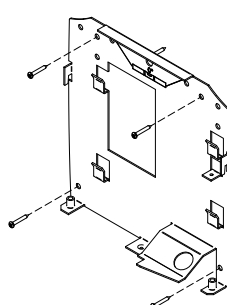

FIG. 3
3. Insérer les autres vis d'ancrage aux endroits appropriés. Au besoin, vous pouvez utiliser les trous adjacents pour bien fixer la plaque. (FIG. 3)
- Éjecter le capteur du support en appuyant sur les pattes situées de chaque côté du capteur. (FIG.3)